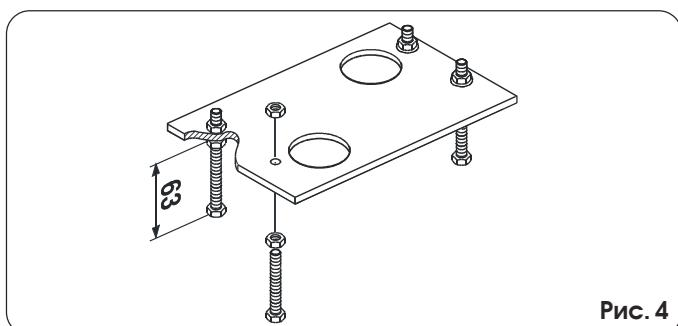

Рис. 4
- 1) Соберите монтажную пластину, как показано на рис. 4.